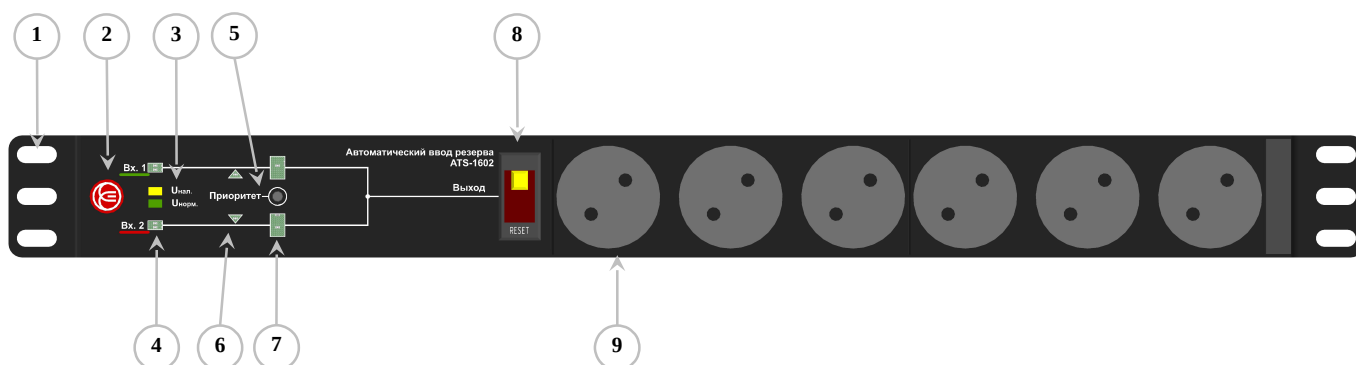

Рисунок 1 – Электронно-механический АВР **ATS-1602**, передняя панель:
3. Если дальше последовательно нажимать кнопку, будет происходить поочередное переключение режима приоритета, индикаторы «6» (рис.1) будут поочередно отображать режимы: приоритет ввода №1, приоритет ввода №2, нет приоритета миганием.